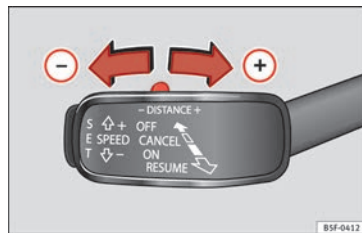

Abb. 199 Bedienhebel: Abstand einstellen.
- Zur Angabe des aktuell programmierten Abstands, bitte den Kippschalter drücken »» **Abb. 199**.